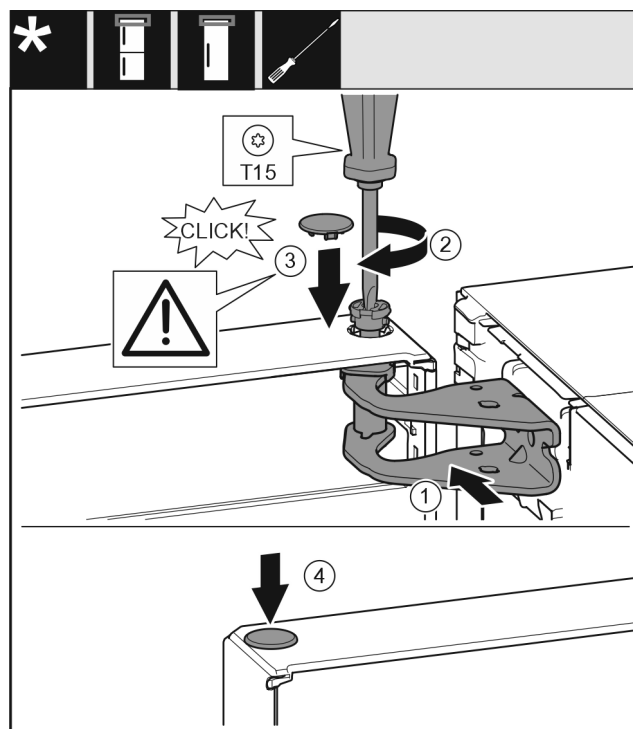

Fig. 23
- ▶ Вирівняйте дверцята зверху по отвору в опорному кронштейні. Fig. 23 (1)
- ▶ Вставте штифт Fig. 23 (2) та закрутіть за допомогою викрутки.
- ▶ Встановіть захисну кришку Fig. 23 (3) для захисту дверцят: Вставте захисну кришку і проконтролюйте, щоб вона прилягала до дверцят. Якщо це не так, повністю вставте штифт.
- ▶ Вставте пробку Fig. 23 (4).